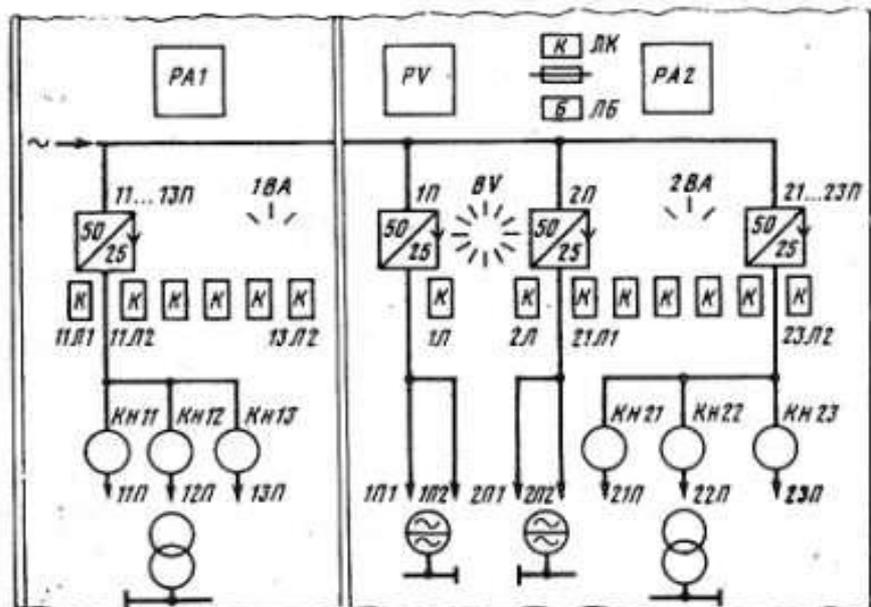

Рисунок 9. Мнемосхема разводки питания панели ПП25-ЭЦК
7.10.4. На лицевой стороне панели изображена мнемосхема разводки питания (рисунок 9), в соответствующих местах которой установлены переключатели и кнопки для включения измерительных приборов.